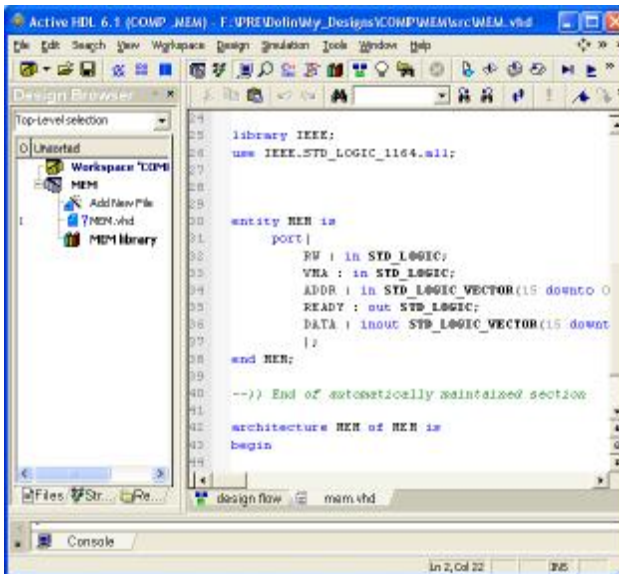

Рисунок 2.7. – Шаблон опису моделі в текстовому редакторі
2.2.4 Після клацання на кнопці **Finish** буде автоматично створений шаблон файлу опису моделі мовою VHDL (рис..2.7).